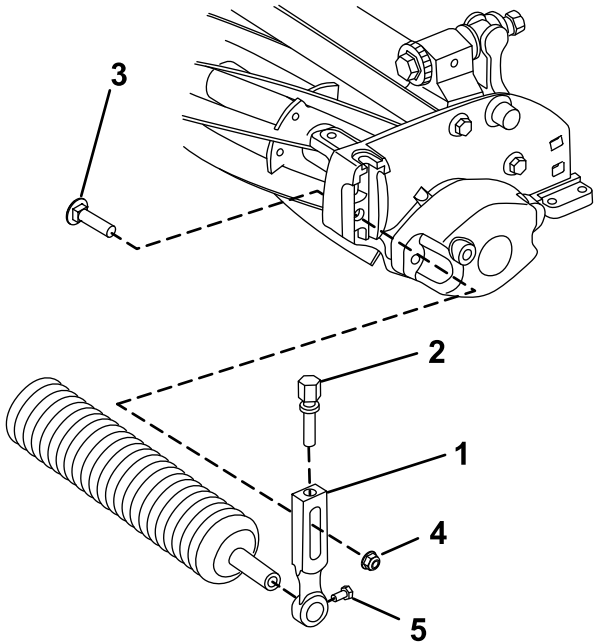

图 3
- 卸下将其中一个剪草高度臂固定至滚刀组侧板的防松螺栓、垫圈及凸缘螺母图 3。
2. 旋松剪草高度臂上的滚筒安装螺丝图 3。
3. 将滚筒轴滑入滚刀组另一端上的剪草高度臂中图 3。
4. 将剪草高度臂滑到滚筒轴上图 3。
5. 用之前卸下的剪草高度臂和紧固件将滚筒松松地固定到滚刀组上图 3。
7. 拧紧滚筒安装螺丝图 3。